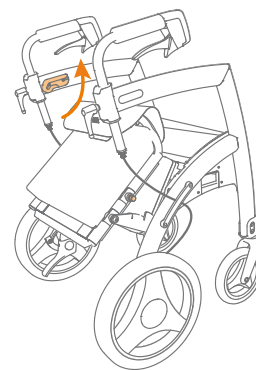
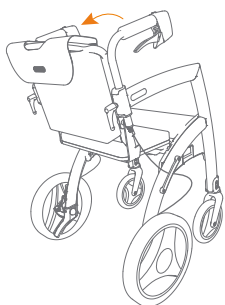

Figure 34: Soulevez davantage le dossier du fauteuil roulant.
Figure 35: Enclenchement du dossier du fauteuil roulant dans les rails guides.
- Tirez davantage le dossier du fauteuil roulant vers le haut, puis vers l'arrière (**Figure 34**) afin que les boulons de verrouillage s'enclenchent dans les rails guides supérieurs du cadre (**Figure 35**). Si les broches de verrouillage supérieures ne glissent pas correctement dans les rails guides supérieurs du cadre, poussez le dossier du fauteuil roulant vers l'avant jusqu'à la moitié du cadre et réessayez.